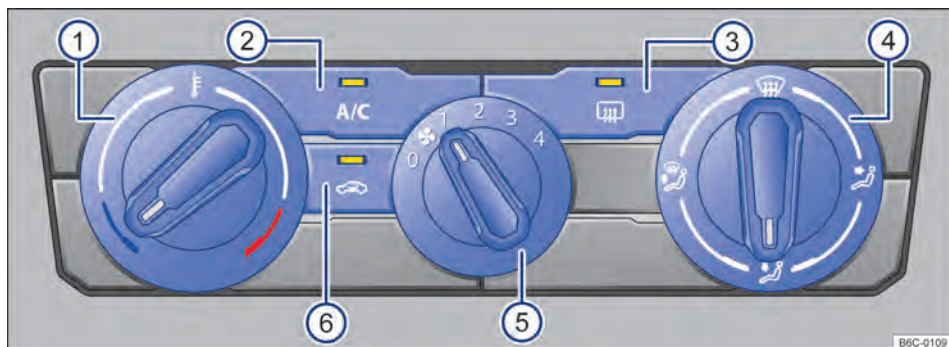

Fig. 82 Mandos del aire acondicionado.
— Girar el regulador del ventilador para el nivel 0 → fig. 82 ⑤.
— Presionar la tecla **A/C** → fig. 82 ② para conectar y desconectar el funcionamiento de la refrigeración.
— Girar el regulador rotativo izquierdo → fig. 82 ①.
— Girar el regulador del ventilador → fig. 82 ⑤.
- Presionar la tecla  → fig. 82 ⑥.
- Girar el regulador de la derecha → fig. 82 ④ a la ubicación deseada.
- Girar el regulador derecho a la ubicación  → fig. 82 ④.
- Presionar la tecla  → fig. 82 ③.